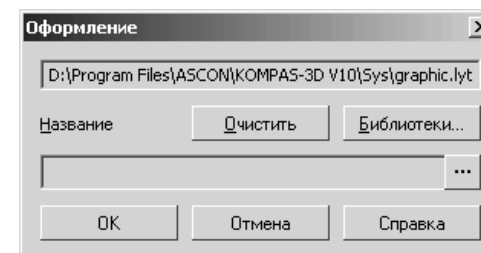

Рис. 10.10. Диалоговое окно **Оформление**
- щелкните, например, в разделах **В начале документа** по кнопке **Добавить**. Появится диалоговое окно **Оформление**, показанное на рис. 10.10;
- щелкните в дереве документов по значку  $\oplus$ , стоящему перед пунктом **Текстовый документ**, если этот пункт не раскрыт, а затем по пункту **Заголовок таблицы**. В правой части появится панель **Параметры текста заголовка таблицы**. Она аналогична панели **Текст документа** (см. рис. 10.10);
- щелкните в дереве документов по значку  $\oplus$ , стоящему перед пунктом **Текстовый документ**, если этот пункт не раскрыт, а затем по пункту **Ячейка таблицы**. В правой части появится панель **Параметры текста ячейки таблицы**. Она аналогична панели **Текст документа** (см. рис. 10.10);
- щелкните, например, в разделах **В начале документа** по кнопке **Добавить**. Появится диалоговое окно **Оформление** (см. рис. 10.10);